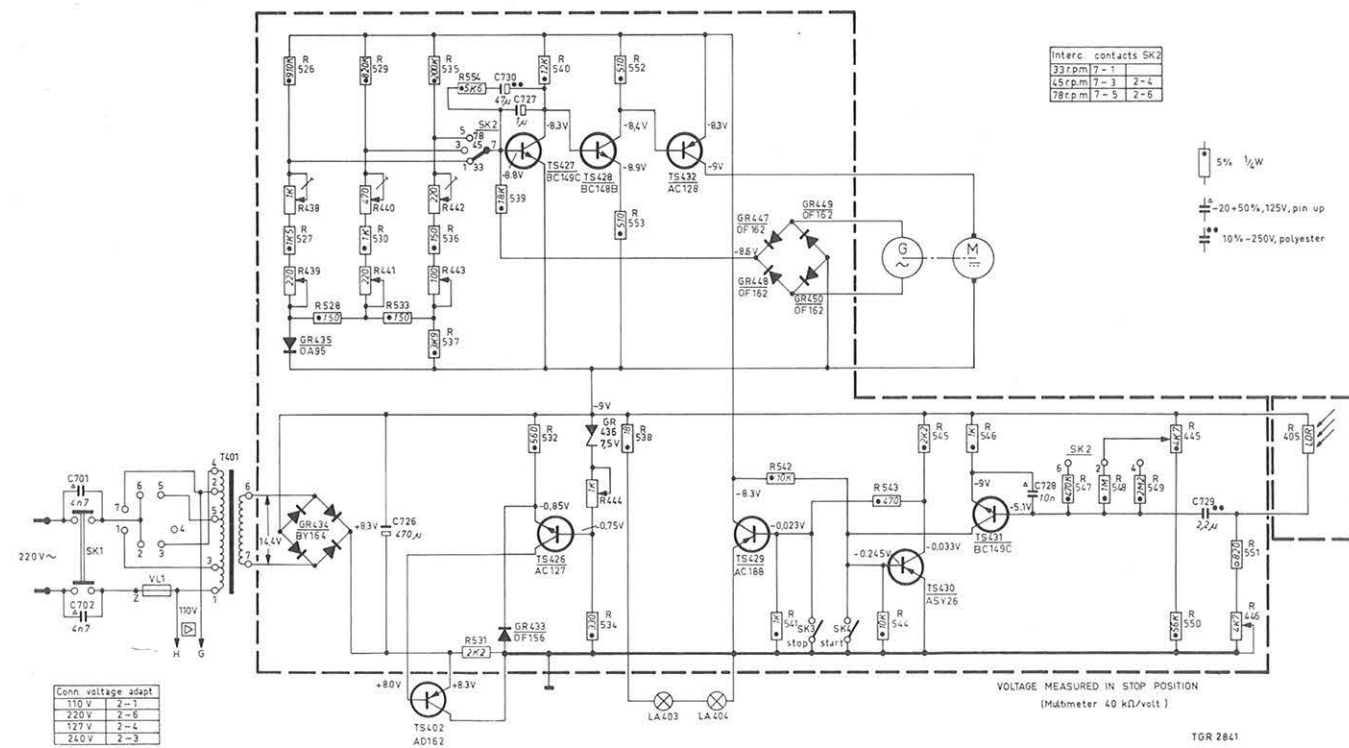

Fig. 2
A. Stabilisation of the supply voltage (fig. 2)
B. Start and stop circuit (fig. 2)
D. Explanation of some components (Fig. 2)
A. Stabilisatie van de voedingsspanning (fig. 2)
B. Start- en stopschakeling (fig. 2)
D. Verklaring van enkele componenten (fig. 2)
A. Stabilisation de la tension d'alimentation (Fig. 2)
B. Circuit de démarrage et d'arrêt (fig. 2)
D. Description de quelques composants (voir fig.2)
A. Stabilisation der Speisespannung (Abb. 2)
B. Start- und Stoppschaltung (Abb. 2)